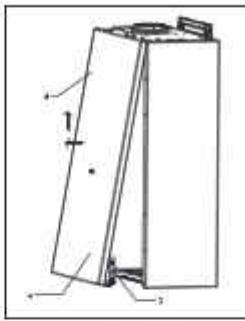

Рис. 16
- возьмитесь за нижнюю часть корпуса и откройте его наружу (поз. 2 рис. 16), чтобы обнажить соединительную линию блока управления.
- снимите шнур соединительного провода блока управления. (поз. 3 рис. 16)
- выпытите панель и блок управления вместе.(поз. 4 рис. 16)